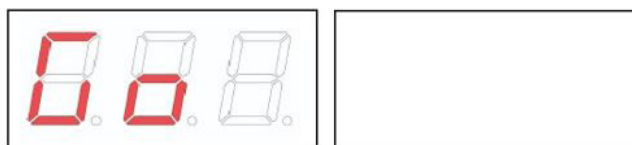

Fig29
- Tryk på [P4]. Meddelelsen vist i Fig29 vil blive vist.